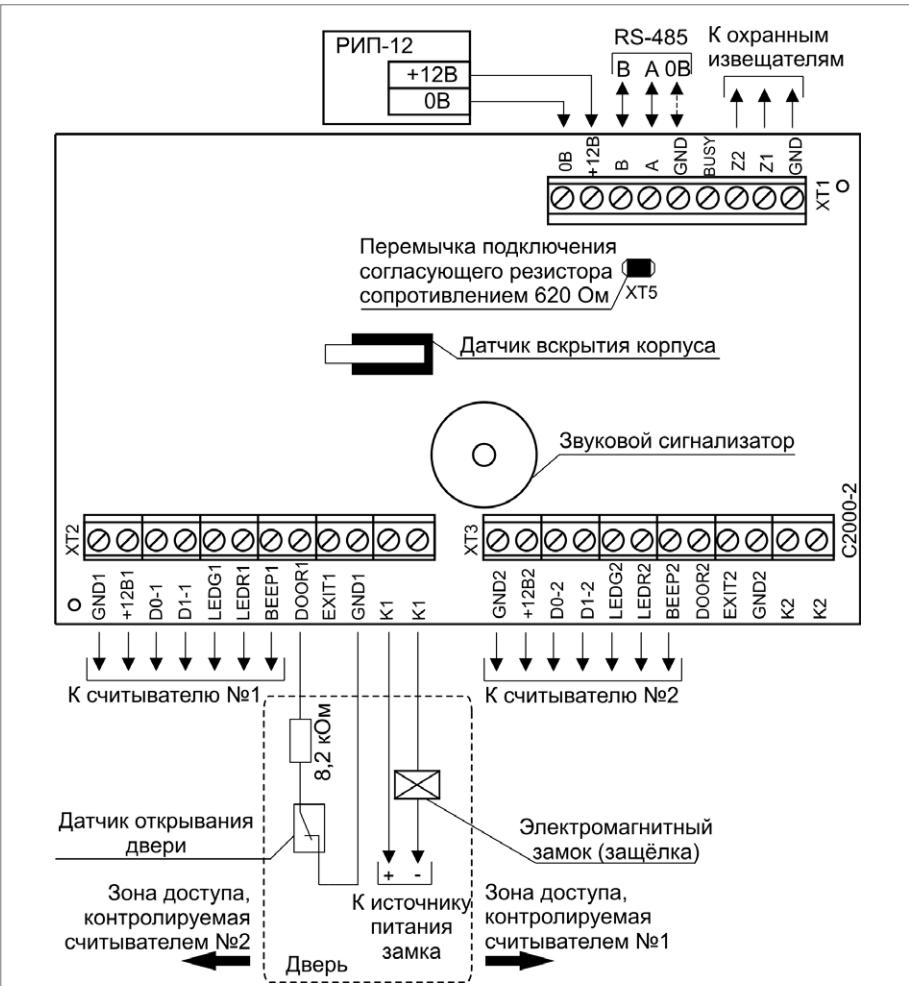

Рисунок 3.
12. Подключение в режиме «Одна дверь на вход/выход» (рис. 3). Подключите цепи управления замком и датчик прохода к контактам контроллера, обозначение которых заканчивается цифрой 1.